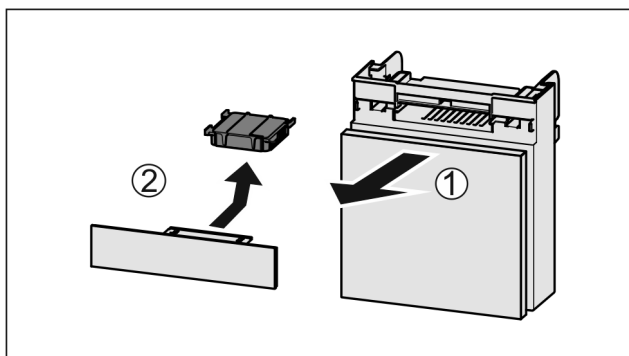

Fig. 105
- Tërhiqni kutinë nga përpara Fig. 105 (1).
- Hiqni filtrin me karbon aktiv Fig. 105 (2).